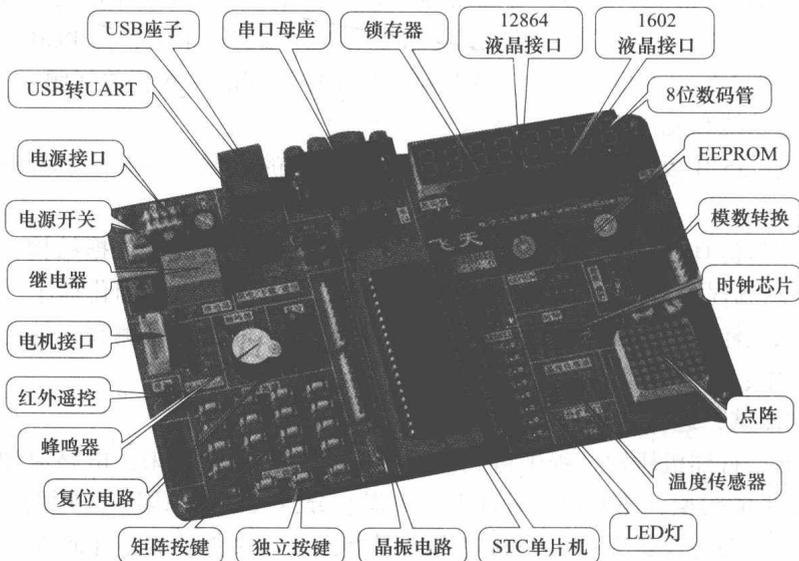

图 1-4 MGMC-V2.0 单片机开发板
(1) MGMC-V2.0 单片机开发板 (见图 1-4)。应用 MGMC-V2.0 单片机开发板作 STM8S 开发板最小系统的外围接口, 可以充分利用它的外部资源, 验证 STM8S 程序运行的实验结果。